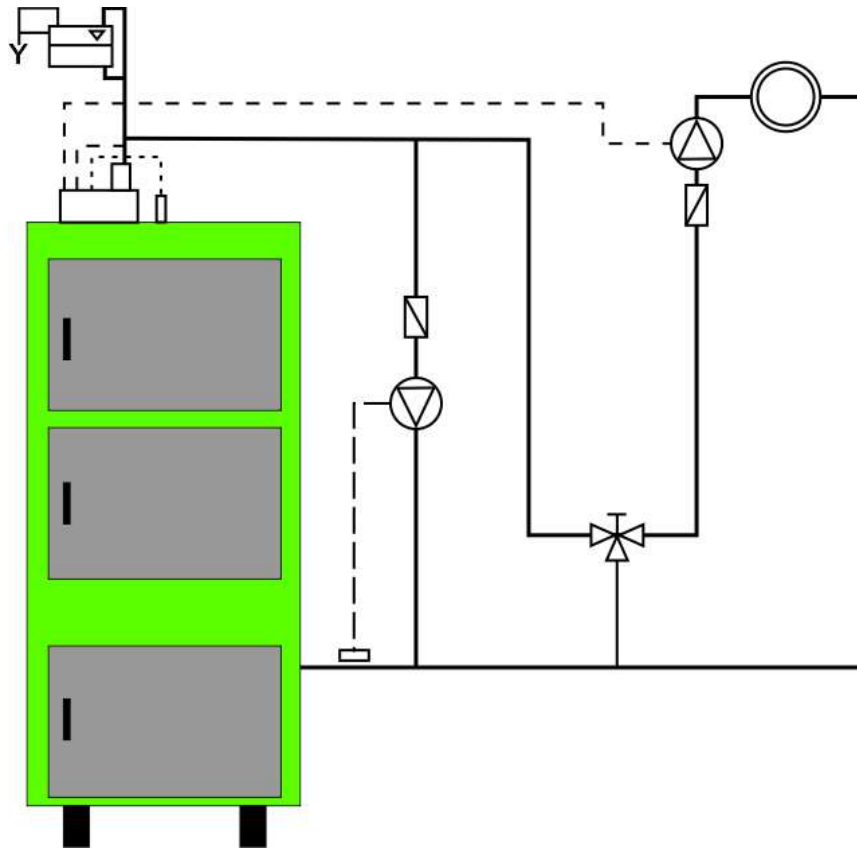

Рисунок 2 - Подключение с трехходовым клапаном
6. Во избежание появления конденсата, что может в несколько раз сократить срок эксплуатации Котла, необходимо систему отопления монтировать по прилагаемым или аналогичным схемам, обеспечивающим температуру возвратной воды не ниже 55°C (см. рис.2,3).